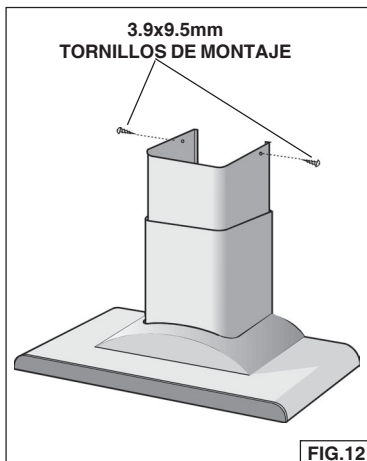

FIG.12
5. Levante la salida de humos superior hasta que sus orificios se alineen con los orificios del soporte de montaje de la salida de humos (situado en el techo). Fig. 12
6. Asegure la salida de humos con (2) tornillos de montaje (3.9x9.5mm). Fig. 12